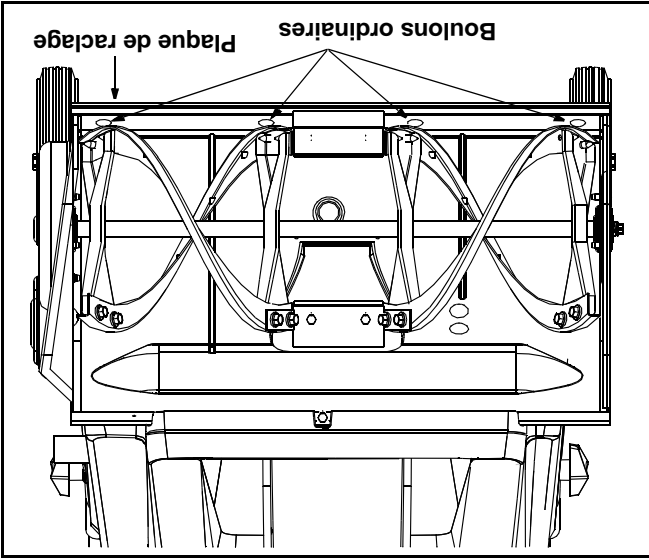

Figure 4
- Enlevez les quatre boulons ordinaire, et les écrous à six pans qui la maintiennent sur la souffléuse. Voir la Figure 4.
- Pour ajuster, basculez la souffluse en arrière pour qu'il repose sur le guidon. Desserrez les écrous à six pans et les boulons ordinaires qui maintiennent la plaque de raclage au logement. Voir la Figure 4.